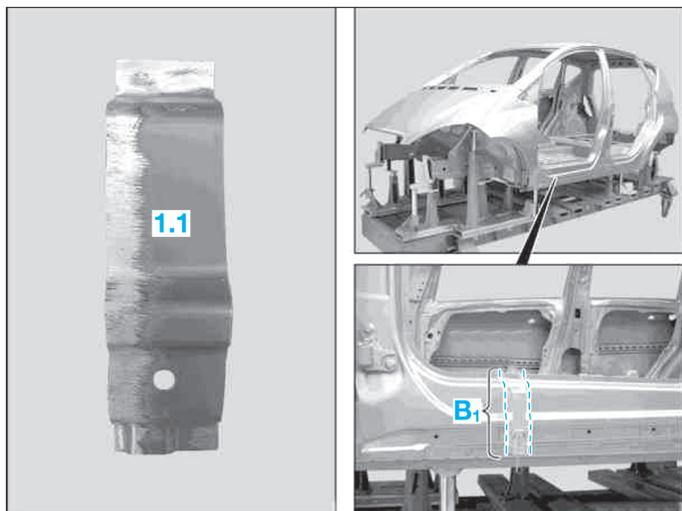

FIG. 59
- Lors du remplacement du plancher principal, il faut effectuer une coupe supplémentaire (zone B₁) (Fig.59) ; pour cela :